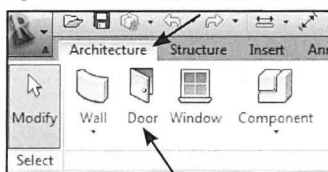

Fig. 08.19. Load døre, ved at vælge *Door* først.
- Klik *Architecture - Door* (Fig. 08.19).